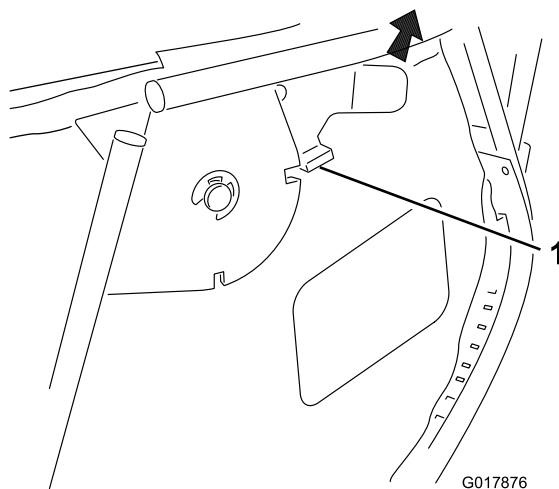

Figura 14
1. Sganciate il fermo di chiusura (Figura 14).